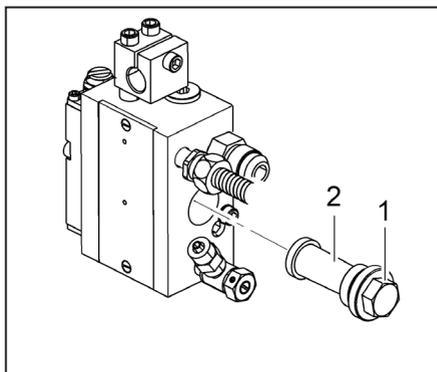

рис. 3: Снять или вставить патрон фильтра
- Удалите резьбовую пробку (рис. 3/1).
- Вытяните патрон фильтра (рис. 3/2) острыми щипцами.